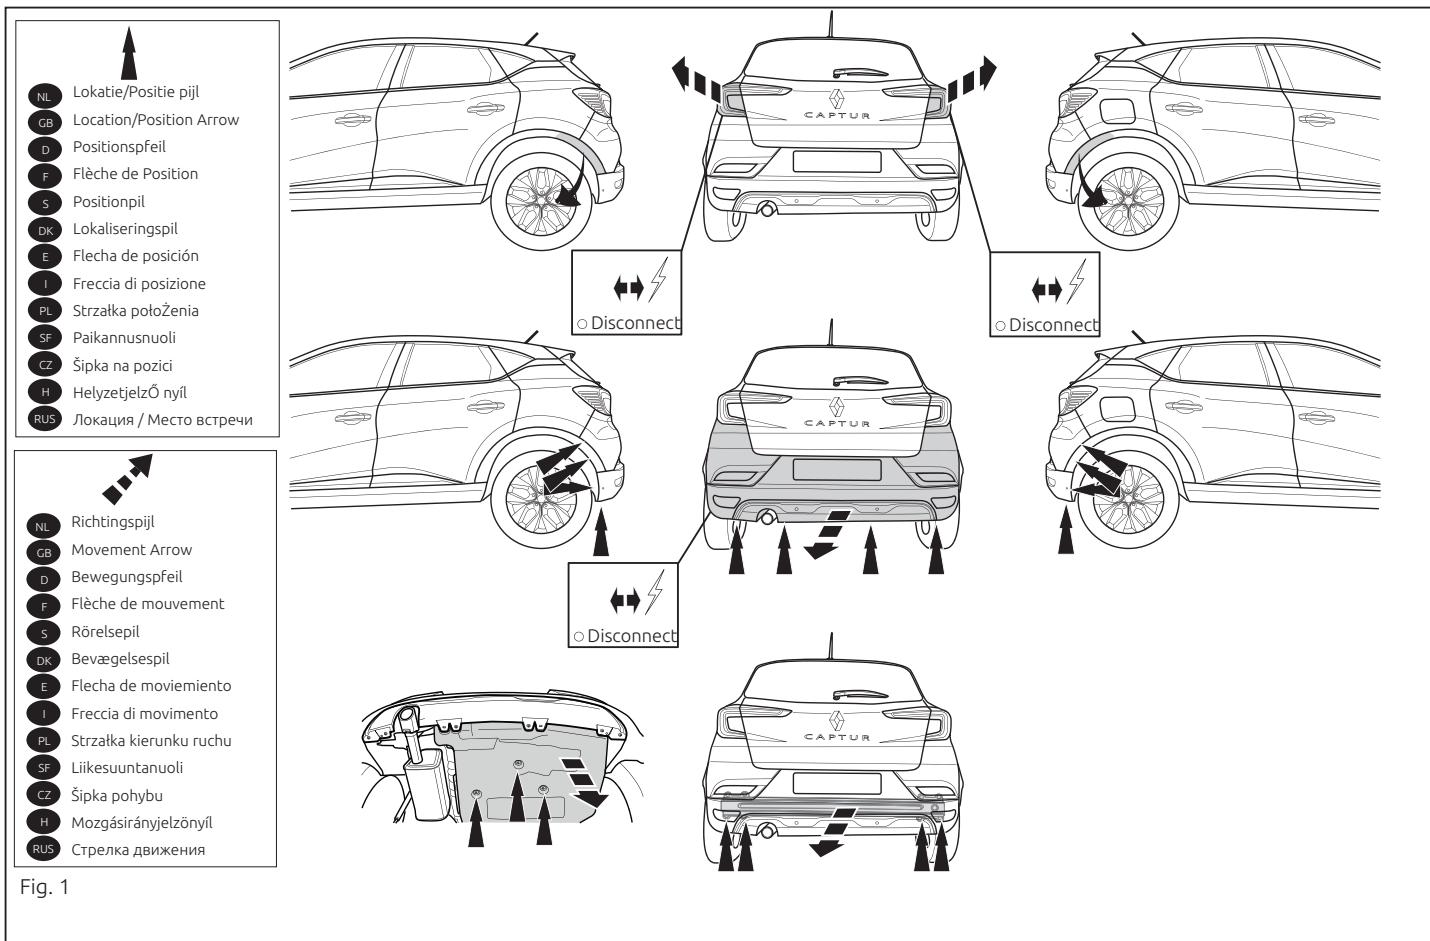

Fig. 1
2. Снять оба блока задних фар. Снять бампер вместе со буферным брусом автомобиля. Буферный брус больше не понадобится. См. рисунок 1.